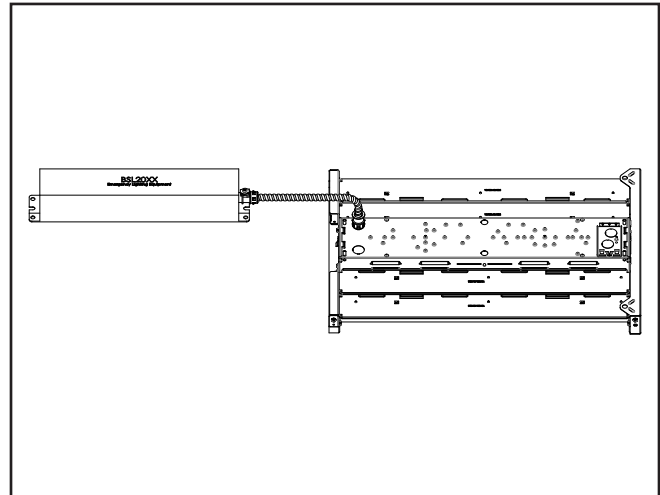

Figure 2.
4. Montez le bloc-piles à l'horizontale ou à la verticale à la structure du bâtiment ou tout autre emplacement de support en utilisant la quincaillerie appropriée (non fournie). (Figure 2.)